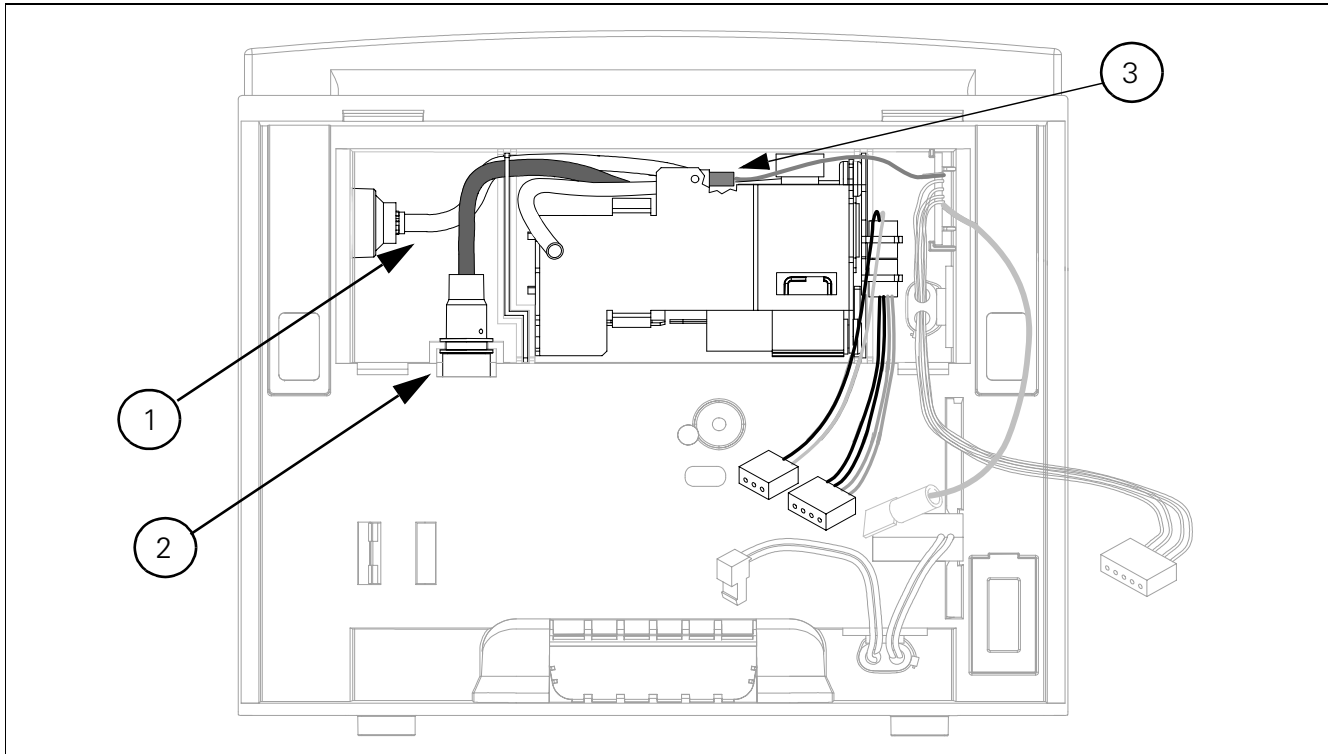
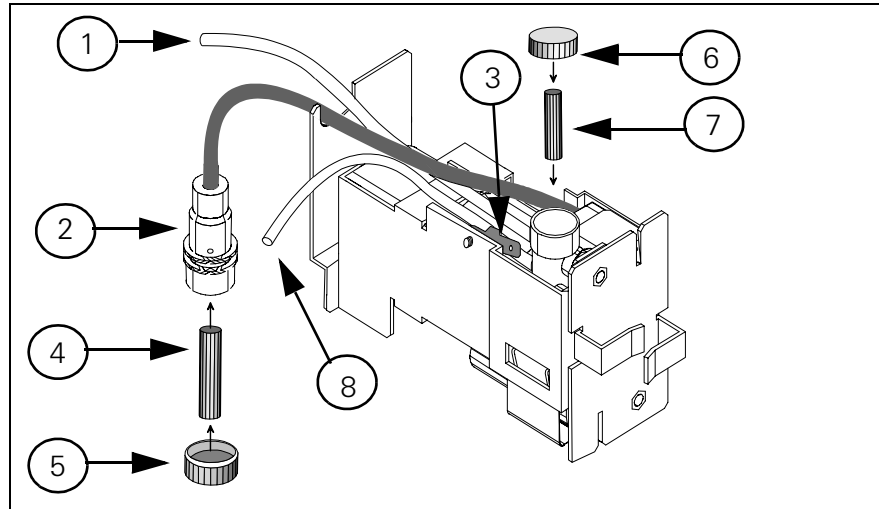

Abbildung 3-23 Lage der NBP-Einheit im Rückteil
Abbildung 3-25 NBP-Einheit (mit ausgebauten Filtern)
Siehe Abbildung 3-23 und Abbildung 3-25 auf Seite 80. Bauen Sie die NBP-Einheit wie folgt aus:
- 1) Verlegen Sie die Luftschläuche der NBP-Einheit, wie in Abbildung 3-25 dargestellt, und schieben Sie die NBP-Einheit in die Führungsschienen im NBP-Hohlraum im Rückteil.
Es gibt zwei NBP-Luftfilter: einen Luftaufnahme-Filter (④ in Abbildung 3-25) und einen Verteilerfilter (⑦ in Abbildung 3-25). Der erste ist extern von oben durch eine Öffnung im Batteriefach zu erreichen, der zweite befindet sich in der Verteilerfilter-Einheit.
- 2) Entfernen Sie die Plastikkappe vom Luftaufnahme-Filter (⑤ in Abbildung 3-25) durch die Öffnung oben im Batteriefach.
- 2) Entfernen Sie die Plastikkappe (⑥ in Abbildung 3-25) auf dem Verteilerfilter.